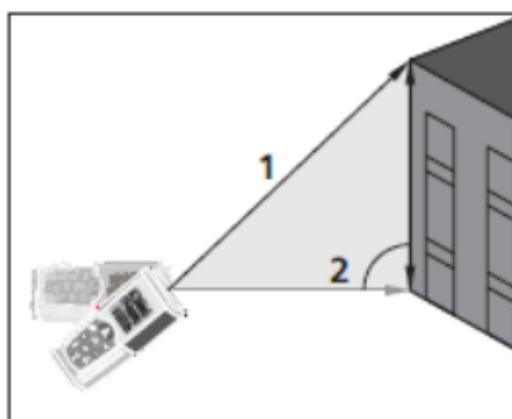

Fig. 7: Ejecución medida Indirecta a 2 puntos
3. Posicione el instrumento en el punto más alto (1) de la medida (vea Fig. 7) y pulse la tecla  para realizar la medida. El resultado se muestra en la primera pantalla parcial. El símbolo “” se muestra en pantalla con el lado “2”
4. Posicione el instrumento lo más horizontal posible (2) de la medida (vea Fig. 7) y pulse la tecla  para realizar la medida. El resultado se muestra en la segunda pantalla parcial
5. El valor final del resultado (obtenido como  $\sqrt{(1)^2 - (2)^2}$ ) se muestra en la pantalla resultante